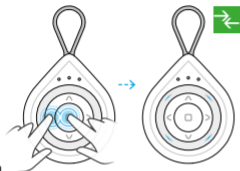

Abb. 9a
2. Betätigen Sie die **STOP** und **LINKS**-Taste gleichzeitig und halten Sie sie für 5 Sekunden gedrückt, bis die 4 LEDs die Funkübertragung signalisieren. Blau - bidirektionale Kommunikation aktiviert - **Abb. 9a**. Rot - bidirektionale Kommunikation deaktiviert - **Abb. 9b**.